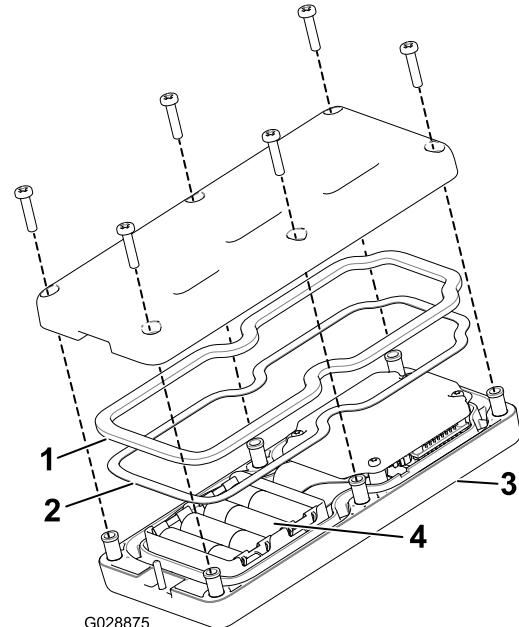

Рисунок 18
- Убедитесь, что стальная прокладка и резиновое уплотнение находятся в канавке пульта дистанционного управления, и установите заднюю крышку на место (Рисунок 18).
- Закрепите крышку 6 винтами (Рисунок 18) и затяните их с моментом 1,5–1,7 Н·м.
- Вставьте элементы питания в гнезда с клеммами, соблюдая полярность. (Если батарейки будут установлены неправильно, устройство не будет повреждено, но и не будет работать.) В каждом гнезде имеется тиснение с обозначениями полярности каждой клеммы (Рисунок 18).